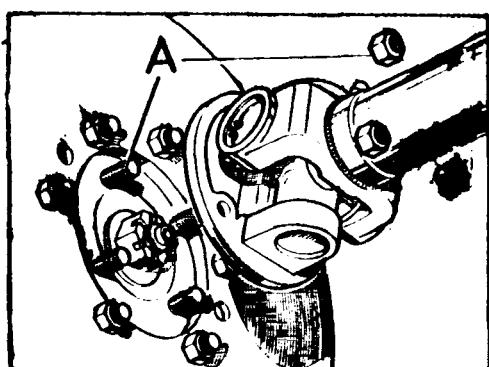

Fig. C-14 Árbol de transmisión para el eje trasero
- 1.3. Extraer las tuercas, A (Fig. C-14), del árbol de transmisión trasero y desplazarlo para dejar libre la caja de velocidades.
- 1.2. Desconectar el árbol de transmisión trasero (Fig. C-14), y desplazarlo para dejar libre el freno a la transmisión.
- 1.2. Desconectar el cable del velocímetro, C (Fig. C-14) soltando los tornillos, A.